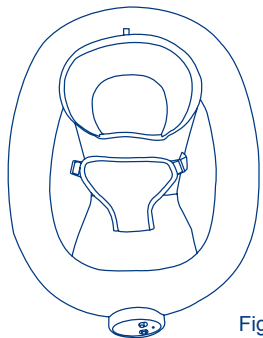

Fig. 13
- 13) • Unfasten the fabric loop on the back of the headrest. Insert the loose end of the loop on the back of the headrest through the loop on the seat pad. Secure the headrest to the seat pad by fastening the fabric loop on the back of the headrest. (Fig. 13)
abrochando el lazo de tela a la parte trasera del apoyacabeza. (Fig. 13)
- Défaites la boucle en tissu au dos de l'appui-tête. Insérez l'extrémité libre de la boucle au dos de l'appui-tête à travers la boucle sur le coussin de siège. Fixez l'appui-tête au coussin de siège en attachant la boucle en tissu au dos de l'appui-tête. (Fig. 13)